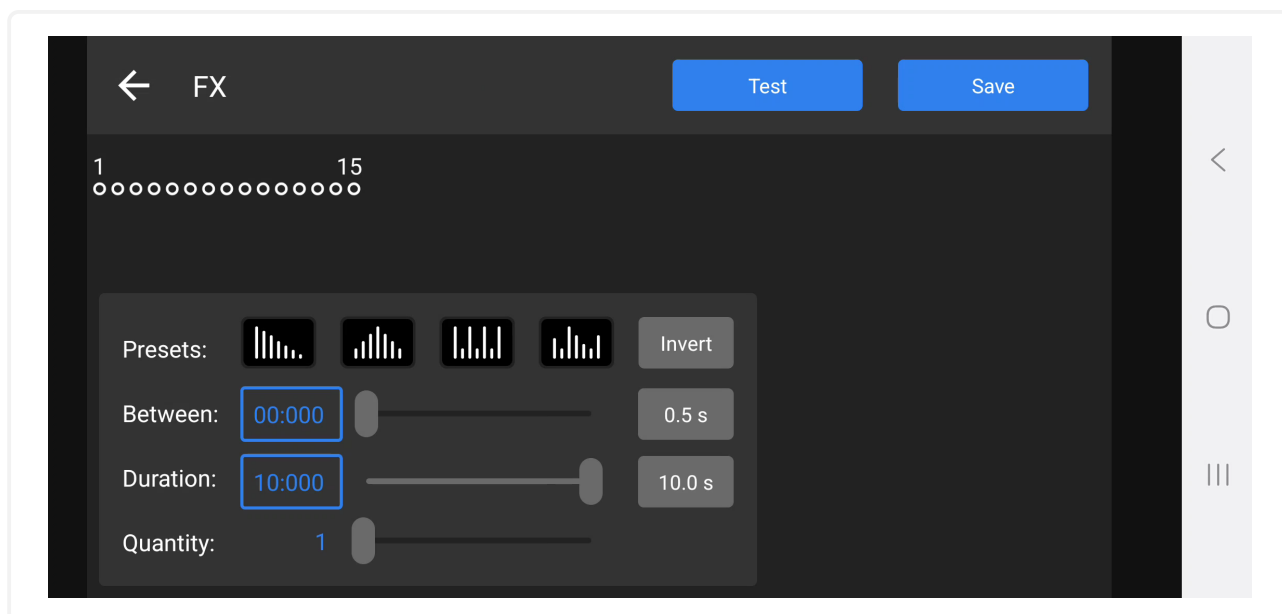

Рис. 29: Экран визуального тестирования FX
3. В окне визуального тестирования рис. 29 на противоположной странице нажмите кнопку Test